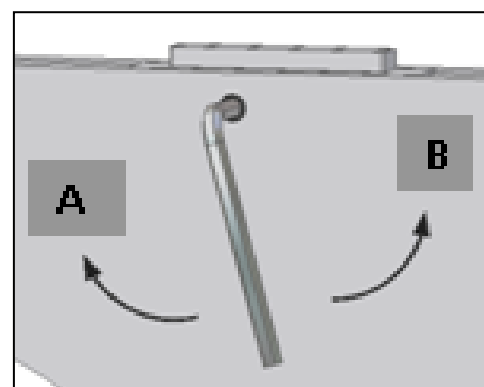

Fig. 3
- Inserire il **pannello del retro** sul pannello del pavimento e fissare le chiusure (Fig. 3);